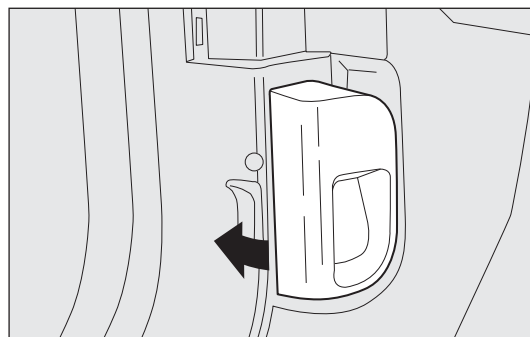

fig. 100
- ☐ tire de la palanca fig. 100 hacia el sentido indicado por la flecha;